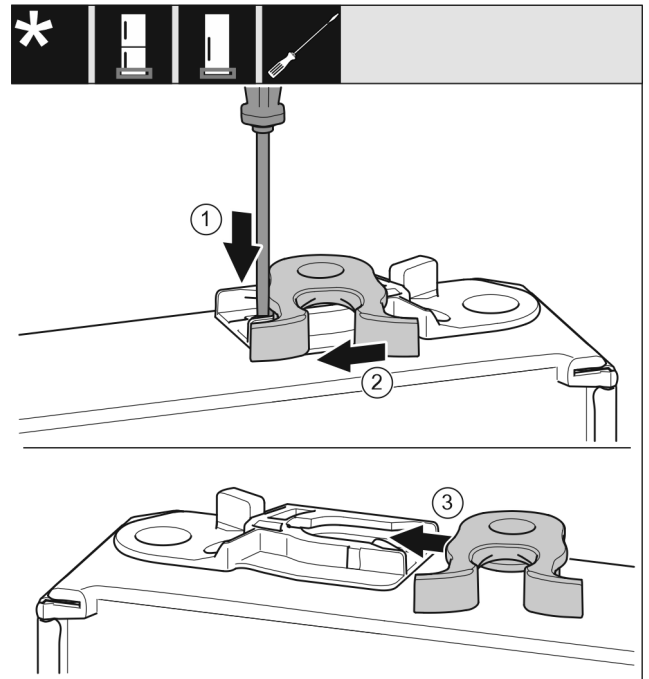

Fig. 23 \*
- Lasche Fig. 23 (1) mit Schlitzschraubendreher nach unten drücken.\*
- Schließhaken Fig. 23 (2) aus Führung ziehen.\*
- Schließhaken Fig. 23 (3) auf anderer Seite in Führung schieben.\*